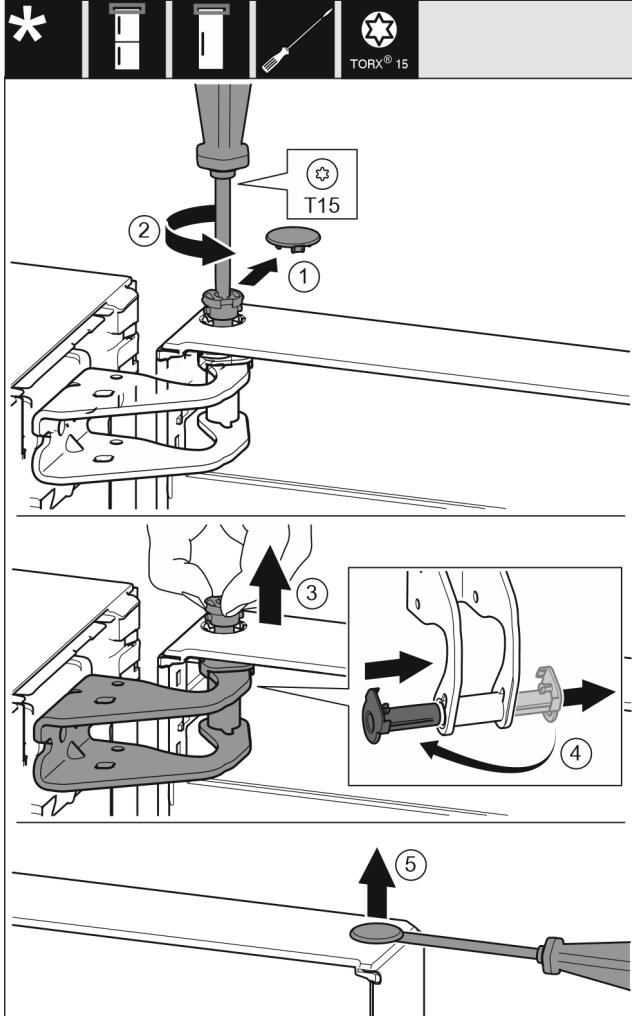

Fig. 5
- Sicherungsabdeckung vorsichtig abziehen. Fig. 5 (1)
- Bolzen mit Schraubendreher T15 ein Stück herausdrehen. Fig. 5 (2)
- Tür festhalten und Bolzen mit den Fingern herausziehen. Fig. 5 (3)
- Lagerbuchse aus Führung ziehen. Von der anderen Seite einsetzen und einrasten. Fig. 5 (4)
- Stopfen aus der Türlagerbuchse vorsichtig mit einem Schlitzschraubendreher anheben und herausziehen. Fig. 5 (5)